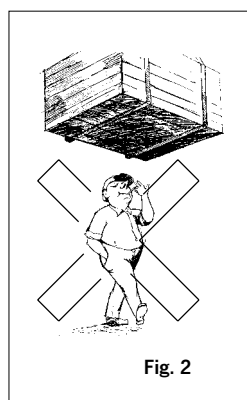

Fig. 2
- Permanecer debajo de una carga levantada está prohibido (Fig. 2).